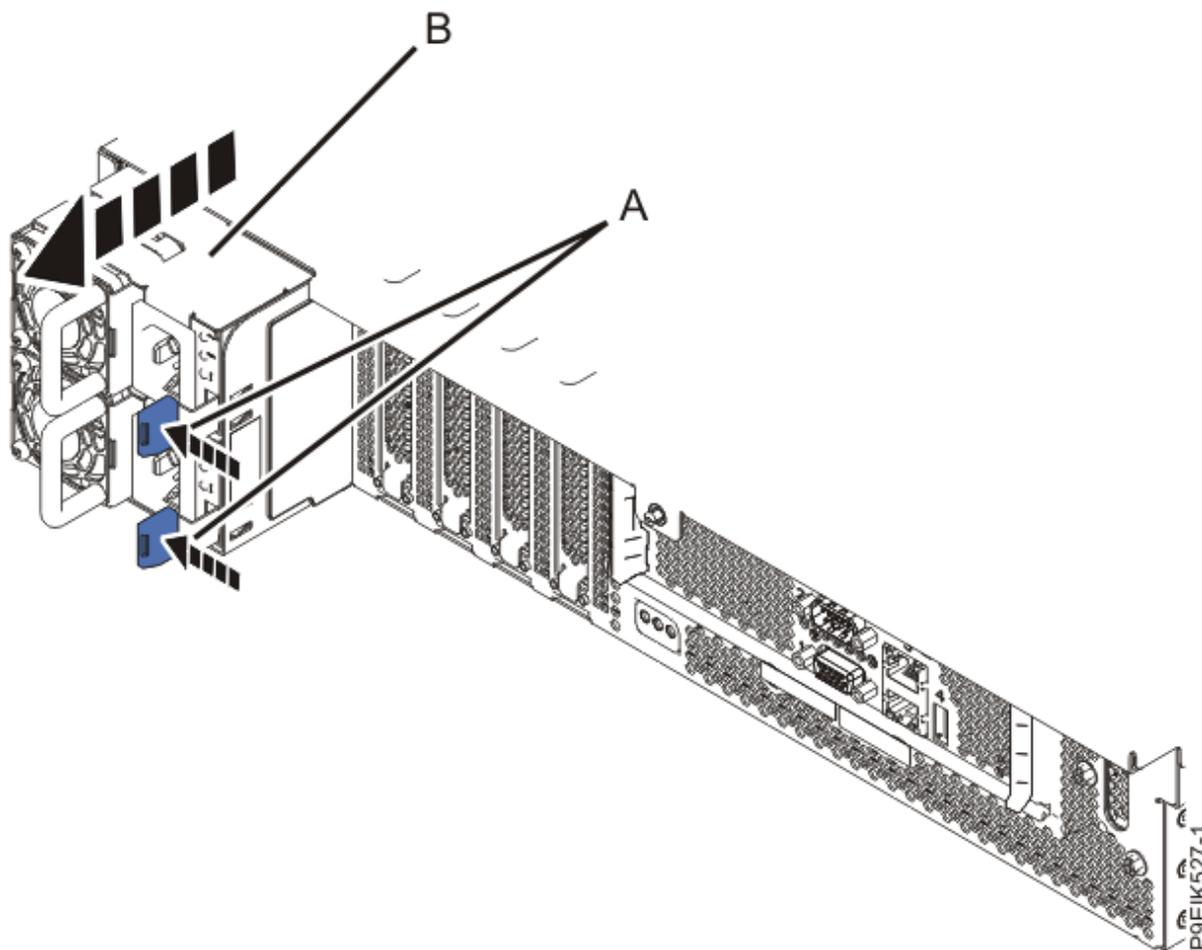

図 58. システムからの電源装置の取り外し
9. システムから電源装置を取り外します (99 ページの図 58 を参照)。